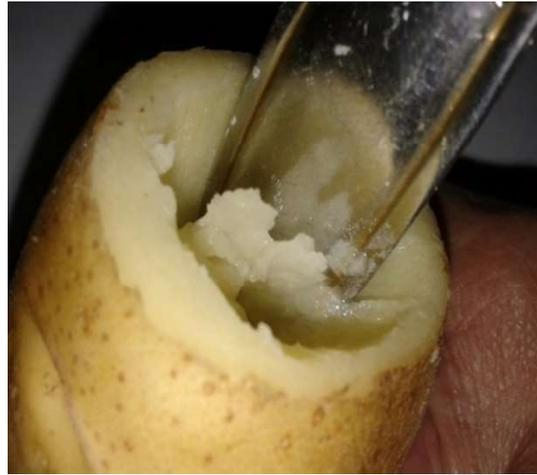

Figura 2
14. Usando el extremo del mango de la cuchara extraigan de la papa 15 g de su masa aproximadamente, de forma de ahuecarla como lo indica la figura 2 y prueben si al colocarla dentro del vaso de precipitado con el hueco hacia arriba (como si fuera un barco) flota o no flota; si no flota deberán extraerle una cantidad mayor de pulpa hasta que flote.